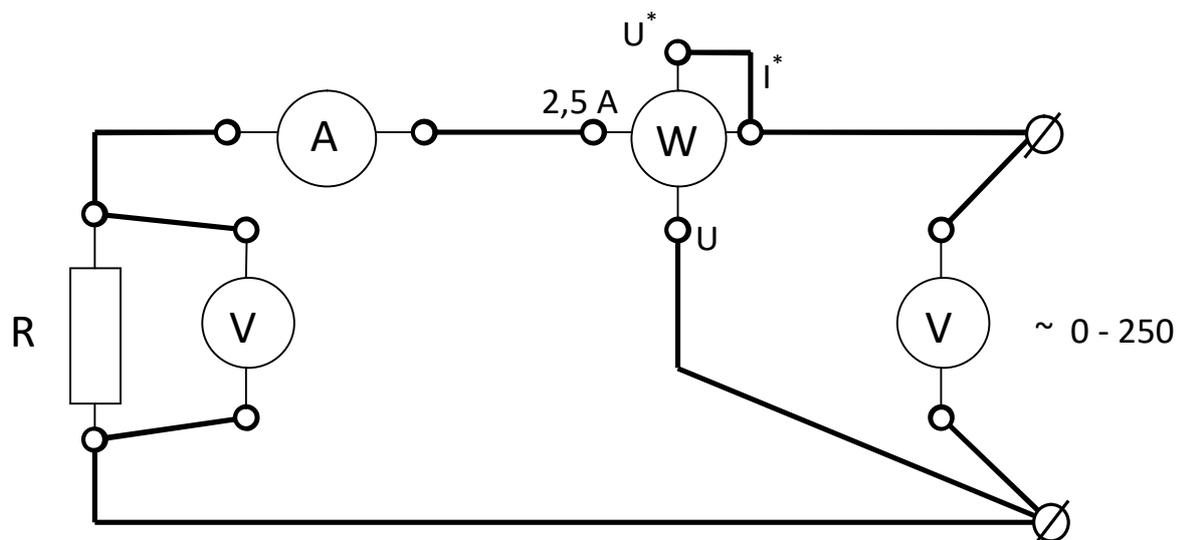

Рис. 2.5. Схема для исследования цепи с резистором
3. Соберите цепь, изображенную на рис. 2.5. Клеммы, отмеченные знаком 0 ~ 250, расположены на панели блока питания (с правой стороны стенда). Для контроля величины питающего напряжения используйте щитовой вольтметр Э377, расположенный на панели «измерительные приборы».